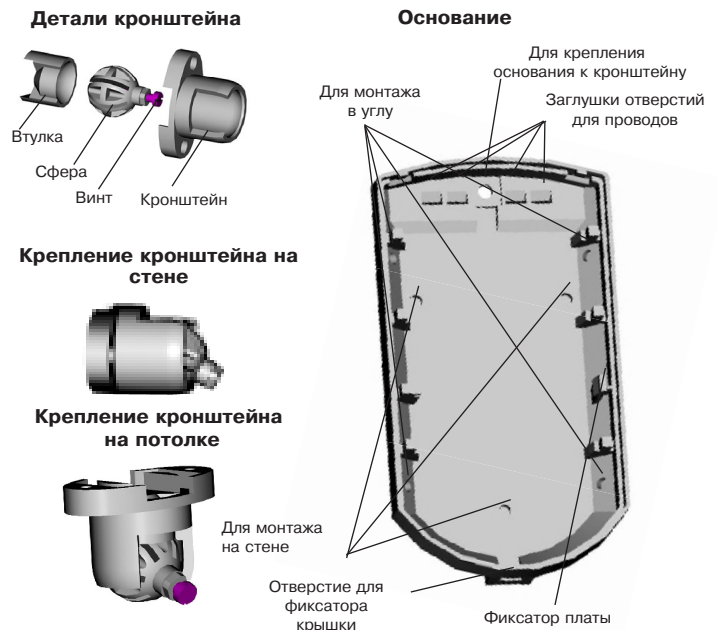

Рисунок 2 – Основание извещателя и кронштейн
- Снимите крышку извещателя, отжав при помощи отвертки фиксатор крышки через отверстие расположенное в нижней части основания извещателя (рисунок 2).
- Просверлите в основании извещателя отверстия (см. рисунок 2), которые будут использоваться для прокладки проводов и крепления извещателя;